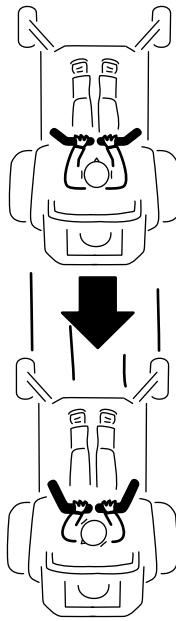

Bild 28
2. Ziehen Sie zum Rückwärtfahren die Fahrantriebshebel langsam nach hinten (Bild 28).